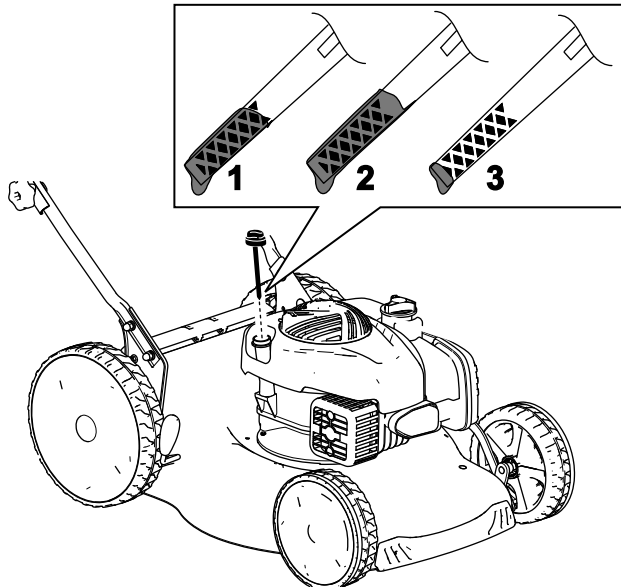

Bild 24
3. Entfernen Sie den Peilstab, indem Sie den Deckel nach links drehen und herausziehen (Bild 24).